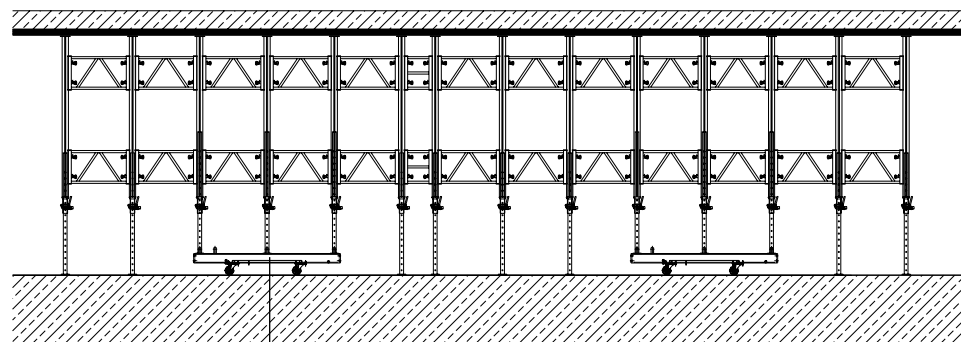

Abb. 31.1
4. Die eingezogenen Stützen auf die Fahrtraverse ablassen und mit Steckern befestigen oder abstecken (Abb. 31.1).
Die in den Abb. 31.1 bis 31.3 dargestellte Versetzeinheit hat ein Materialgewicht von ca. 5,4 t inkl. Deckenschalung. Die für diese Versetzeinheit verwendeten 4 Fahrtraversen könnten ein Gesamtgewicht von 12 t aufnehmen (4 x 3 t).